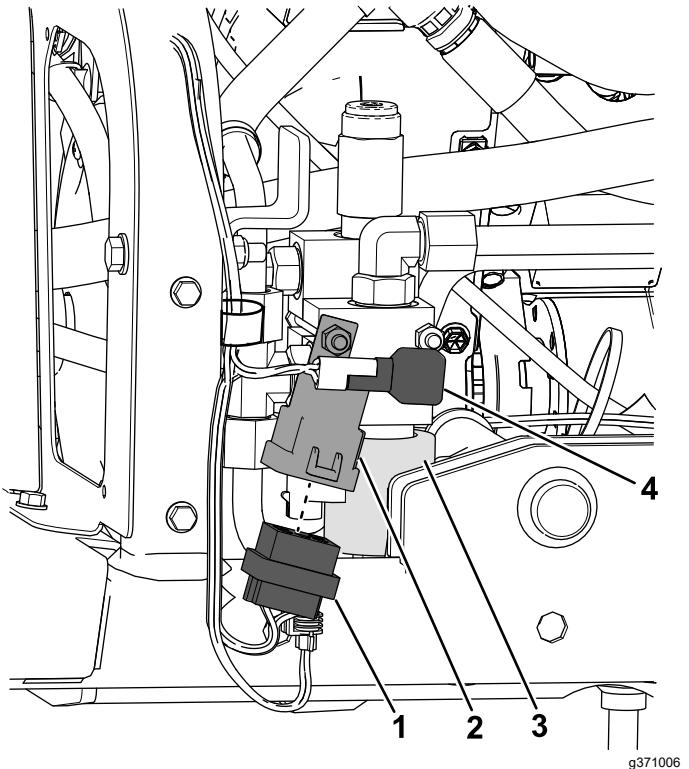

Figura 35
8. Conecte el conector cuadrado al relé instalado junto a la válvula (Figura 35).
9. Instale el conector pequeño a la nueva válvula (Figura 35).